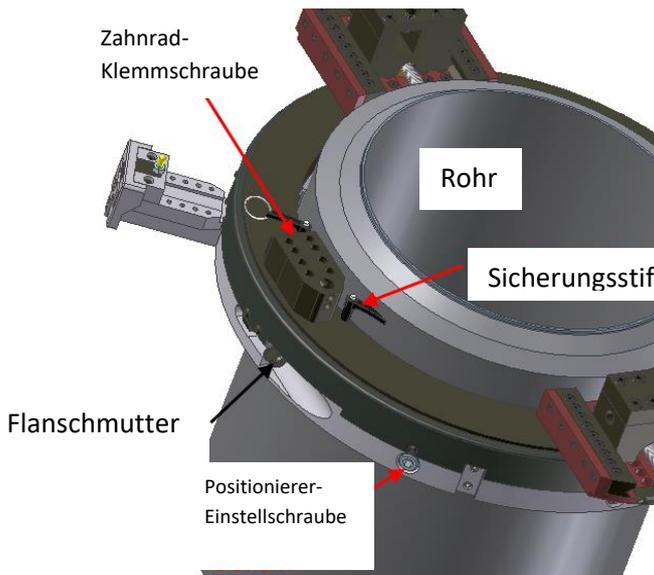

Abbildung 8
- Die 2 Hälften der Clamshell um das Rohr installieren und die Gehäuseschrauben und die Klemmschrauben am Zahnrad anziehen (siehe Abb. 8).